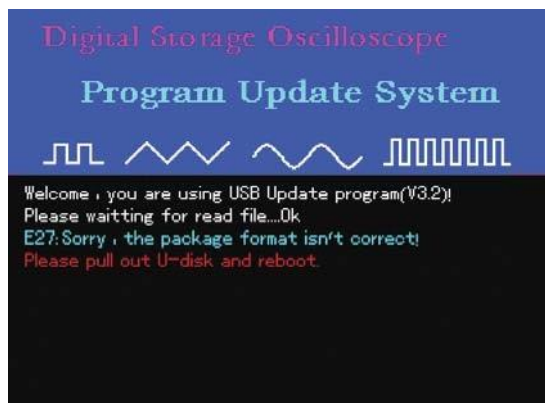

Abbildung 5-11
6. Wenn das System während des Upgrades feststellt, dass das Format des Programm-Upgrade-Pakets nicht mit dem des Oszilloskops übereinstimmt, erscheint die Aufforderung in Abbildung 5-11: "E27: Sorry, the package format isn't correct! Bitte ziehen Sie die U-Disk heraus und starten Sie neu."